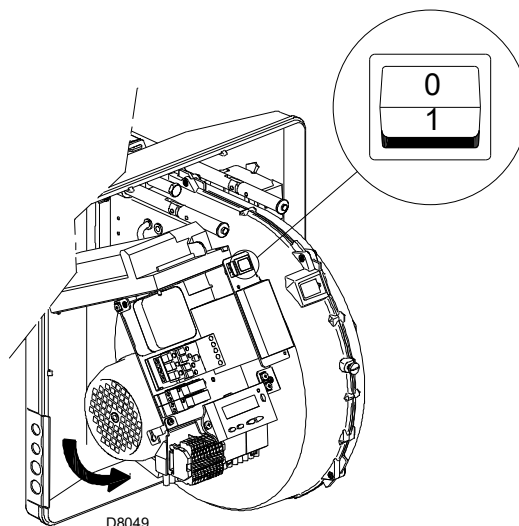

Рис. 26
Замкните термостаты/реле давления и установите выключатель Рис. 26 в положение «1».
Как только горелка включится, встаньте напротив охлаждающей внутренней крыльчатки двигателя вентилятора и проверьте, чтобы она вращалась против часовой стрелки. См. Рис. 26.
- Установите выключатель Рис. 26 в положение «0» и подождите, пока автомат горения не выполнит процедуру отключения.
Горелка находится в режиме ожидания тепла или переключатель «0-1» (Рис. 26 на стр. 30) установлен в положении «0».
С помощью переключателя «**0-1**» (Рис. 26 на стр. 30) горелка не остановится сразу, а выполнить стадию выключения.